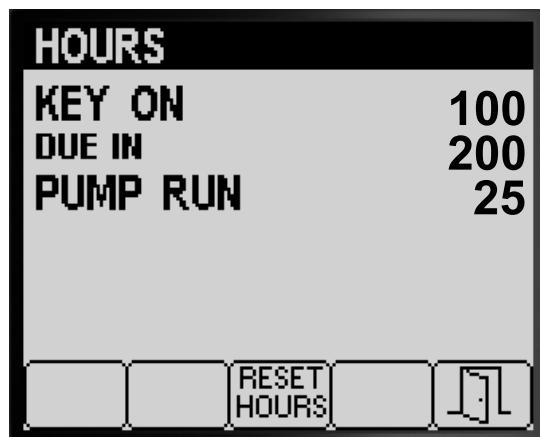

Figure 81
3. Utilisez le compteur affiché (Figure 81) pour déterminer ce qui suit :